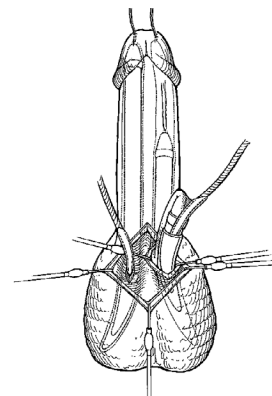
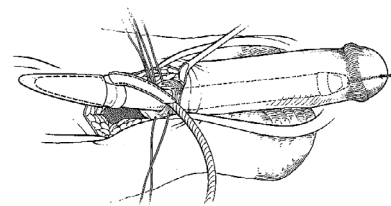

Figura 4-14a. Penoscrotal: inserción de los cilindros
Figura 4-14b. Infrapúbica: inserción de los cilindros
15. Pliegue el cilindro sobre sí mismo y empuje el extremo proximal del cilindro en la raíz del pene mientras estira suavemente el extremo distal del pene (**Figura 4-14a, Figura 4-14b**). Como alternativa, coloque la porción con forma de “U” del instrumento proximal en la unión entre el tubo de salida y el cilindro, y use el instrumento para empujar el extremo proximal del cilindro dentro de la raíz del pene, mientras estira suavemente el extremo distal del pene. El lado más plano del instrumento debe estar orientado hacia el cilindro.